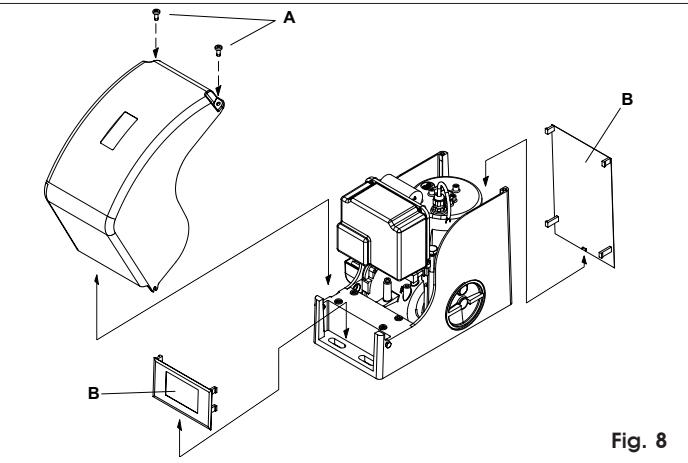

Fig. 8
- 1) Togliere il coperchio motore svitando completamente le 2 viti di fissaggio superiori (Fig.8 rif.A), ruotare il coperchio di circa 30° ed estrarlo verticalmente. Sfilare le 2 protezioni laterali (Fig.8 rif.B).